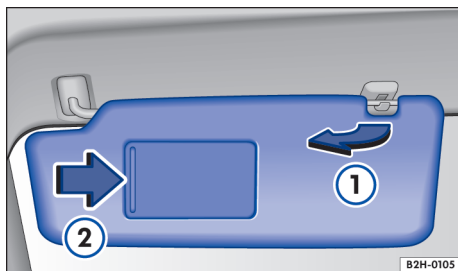

Fig. 88 No revestimento do teto dianteiro: para-sol.
- Desencaixar do suporte e rebater na direção das portas → Fig. 88 ①.